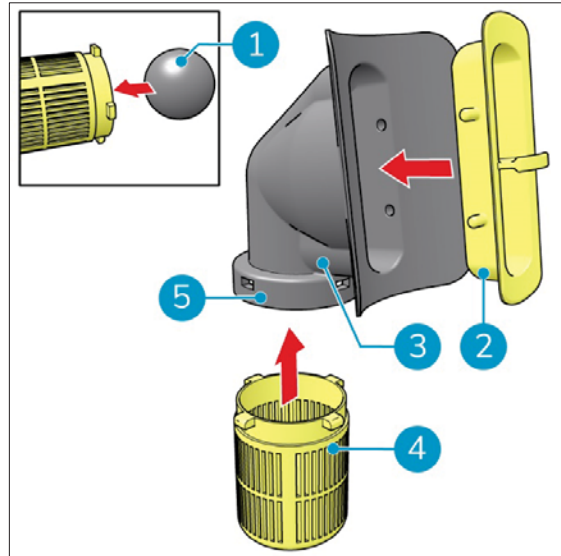

Figure 32
8. Placez le flotteur dans son boîtier (Figure 32, pos 1).
9. Enfoncez le boîtier du flotteur (Figure 32, pos 4) dans le boîtier en caoutchouc (Figure 32, pos 3). Assurez-vous que les 4 encoches du boîtier du flotteur s'insèrent dans les trous de l'anneau en caoutchouc (Figure 32, pos 5).
10. Appuyez sur le cadre de support (Figure 32, pos 2) dans le boîtier en caoutchouc (Figure 32, pos 3). Assurez-vous que les 4 encoches s'insèrent dans les trous du boîtier en caoutchouc.